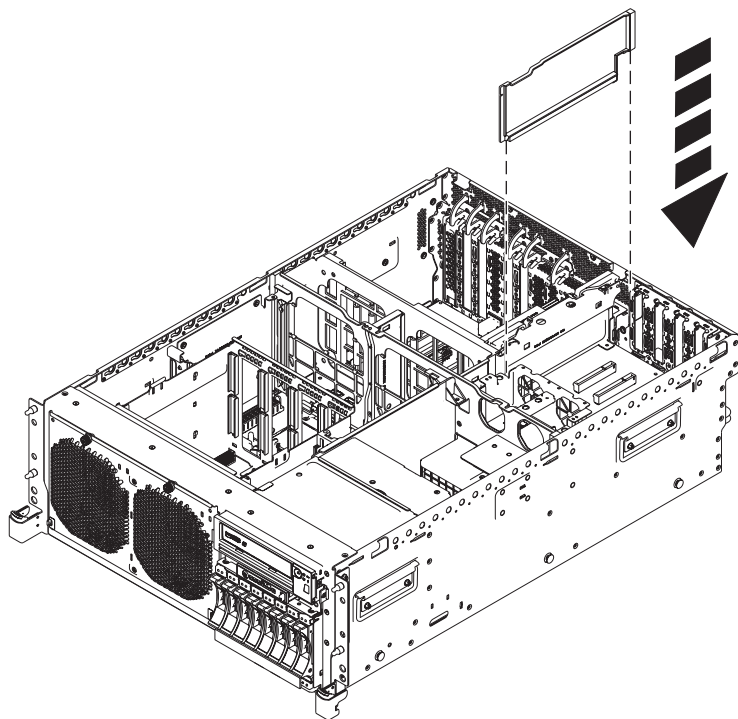

Figura 44. Instalación de un deflector de aire de una tarjeta de expansión en una unidad del sistema montada en bastidor
8. Coloque el protector de plástico (PN 46K5417) entre el pestillo azul y la primera ranura PCIe, tal como se muestra en la Figura 44 en la página 54.